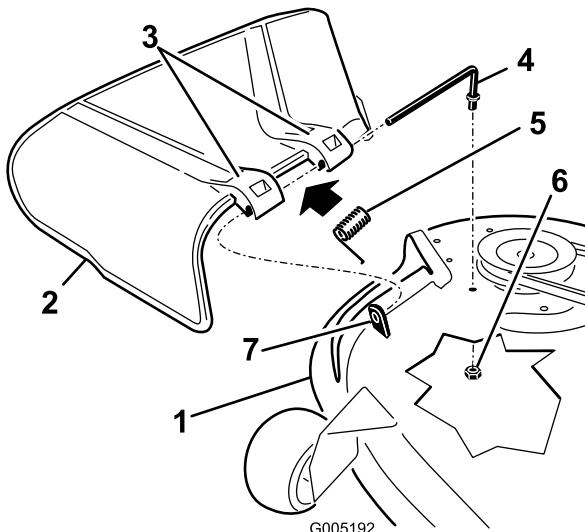

Figura 67
1. Localice los elementos mostrados en la Figura 67.
2. Retire la tuerca (3/8 pulg.) de la varilla (debajo del cortacésped) (Figura 67).
3. Retire la varilla del espaciador corto, del muelle y del deflector de hierba (Figura 67). Retire el deflector de hierba dañado o desgastado.
4. Vuelva a colocar el deflector de hierba (Figura 67).
6. Coloque el muelle sobre la varilla, con los extremos de los alambres hacia abajo, y entre los soportes del deflector de hierba. Deslice la varilla por el segundo soporte del deflector de hierba (Figura 67).
7. Introduzca la varilla, en la parte delantera del deflector de hierba, por el espaciador corto de la plataforma. Fije el extremo trasero de la varilla en el cortacésped con una tuerca (3/8 pulg.) (Figura 67).